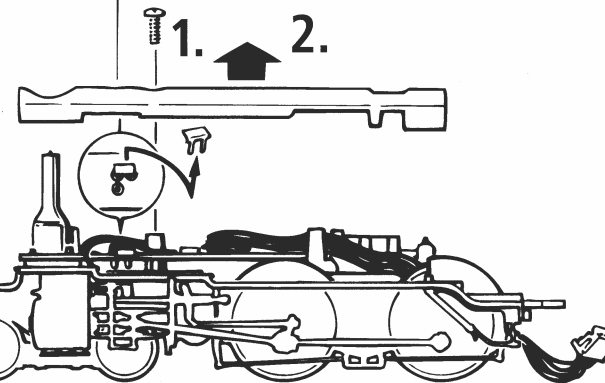

Fig. 9a
**ACHTUNG: Das Dampfrohr ist bei diesen Generatoren nicht auswechselbar** und hat bei sachgemäßer Behandlung des Generators eine fast unbegrenzte Lebensdauer. Daher also keinesfalls am Dampfrohr hantieren, da für Schäden, die durch äußere Einwirkungen entstanden sind, kein Ersatz geleistet wird! Der Dampfgenerator kann nur mittels Einfüllröhrchen betankt werden (Fig. 9a). Dazu wird das in den Kapillarhals der Ampule gestochene Einfüllröhrchen bis in den bauchigen Tank des Dampfgenerators eingeführt. Der Tank darf maximal nur bis zur Hälfte gefüllt werden. Bei Überfüllung setzt die Dampfentwicklung nicht ein. In diesem Fall wird die Ampulle mit dem Füllröhrchen bei senkrechtem Halten etwas zusammengedrückt, dann in den Tankraum gesteckt und durch Lockerlassen etwas Dampfdestillat abgesaugt. Voraussetzung für eine lange und sichere Betriebsdauer ist die Verwendung der reinen und wohlriechenden SEUTHE-Dampfdestillate.
**ATTENTION: The steam pipes in these generators cannot be exchanged.** With reasonable care they can be used almost indefinitely. Therefore do not damage the steam pipe, because no responsibility is assumed by the factory for careful damage. The steam generator can be filled with fluid only with a needle (see fig. 9a). This needle is inserted into the vial of fluid at one end into the smoke stack on the other. It is inserted down to the wide part of the generator. The tank should only be filled up to 50 % of its capacity. If it is over filled, the generator will not smoke. In such cases, the excess fluid should be shucked out. The smoke generator will operate long and well only if pure and fragrant Seuthe fluid is used.